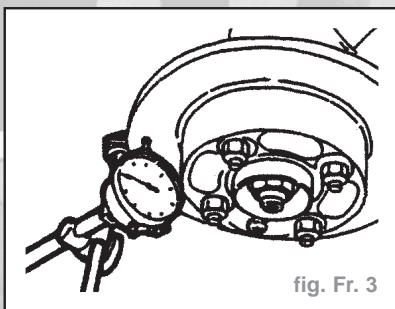

fig. Fr. 3
- disposer le toucheau du comparateur à **10 mm** de la périphérie du disque (fig. Fr. 3),